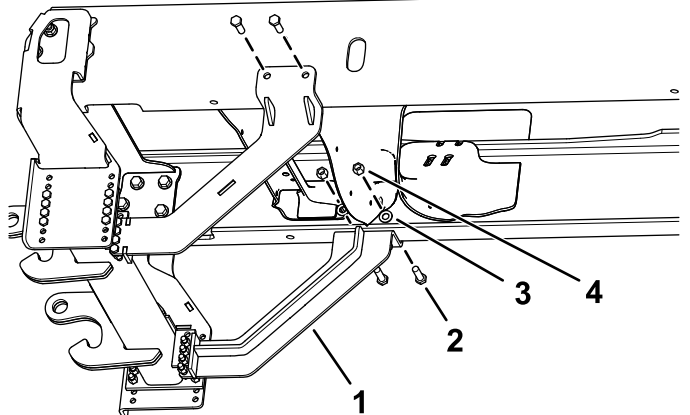

Figura 5
- Sujete los soportes en ángulo al bastidor del vehículo 4 pernos (5/8" x 2"), 4 arandelas y 4 tuercas (5/8"), como se muestra en la Figura 5.